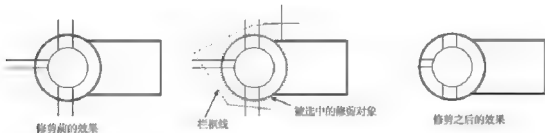

图 4-42
(1) 延伸参数选项: 主要作用是在选择对象时, 如果按住 Shift 键, 系统自动将 Trim(修剪)命令转换为 Extend(延伸)命令。
(2) 栏选(F)参数选项: 主要作用是使系统以栏选的方式选择被修剪的对象(图 4-42)。